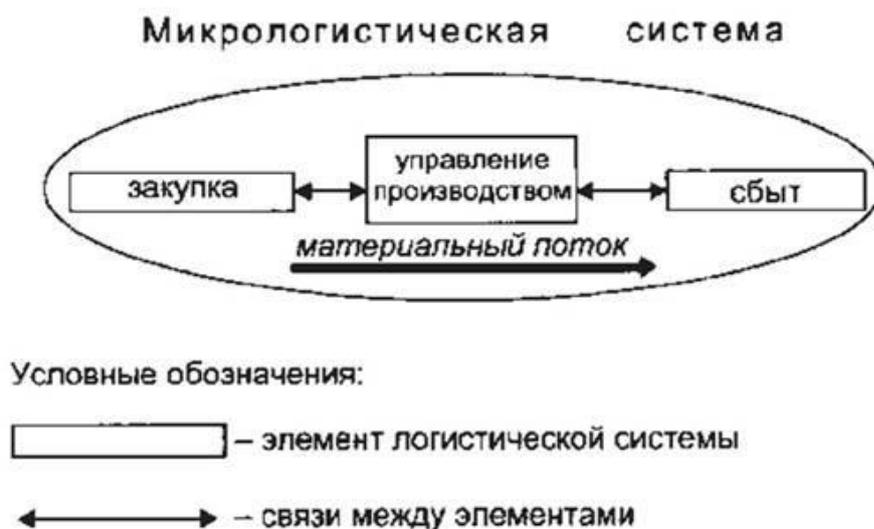

Рис.4 Принципиальная схема микрологистической системы
2. Микрологистические (рис.4).